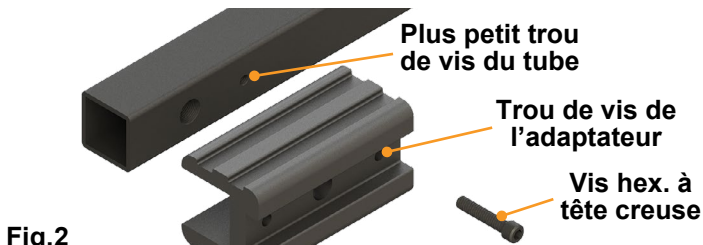

Fig.2
1. Pousser l'adaptateur en aluminium fourni dans l'extrémité du tube et aligner le plus petit trou de vis fileté du tube Bump-It avec le trou de l'adaptateur (**Fig. 2**).